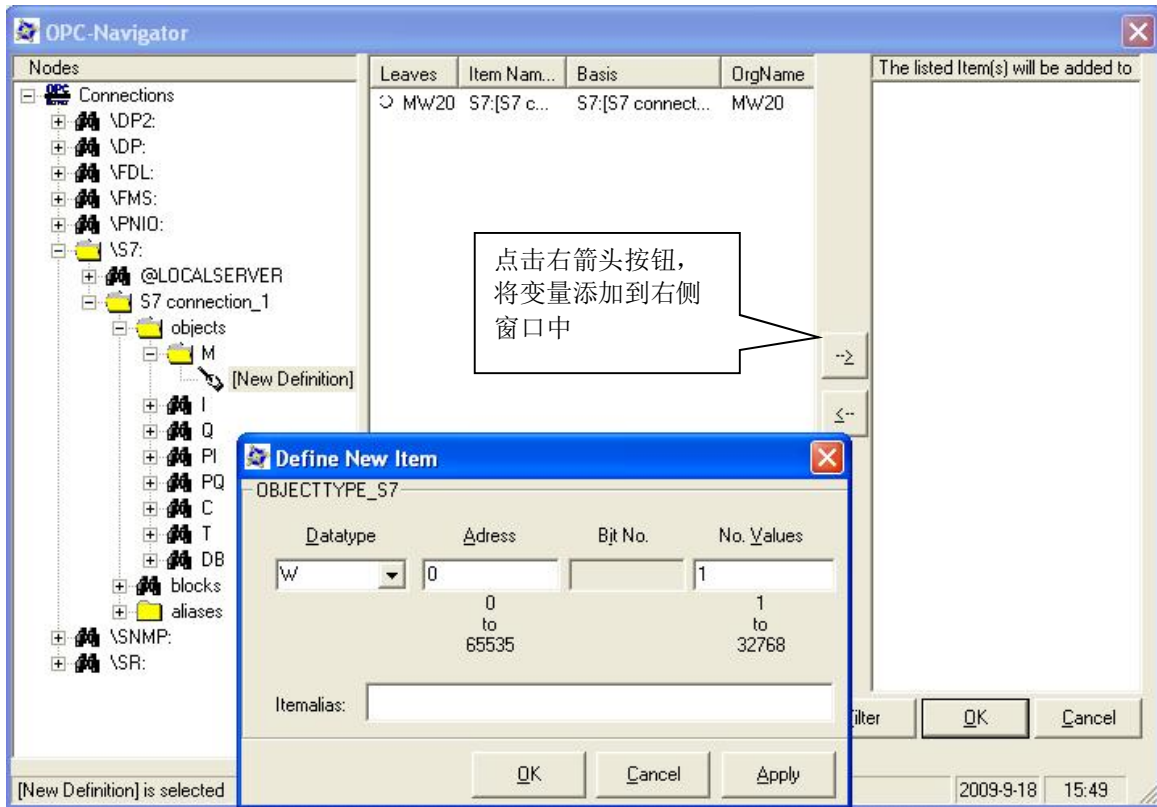

图 17 添加变量
② 选择一个数据，点击“ S7:” >“ S7 connection_1” >“ objects” >“ M” >“ New Definition” 来添加一个变量，并为变量选择数据类型、起始地址、数据长度，并添加到右侧窗口中。如图 17 所示。